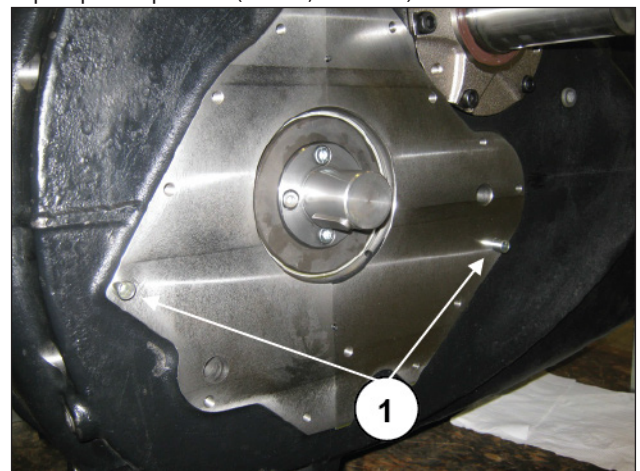

Abb. 125
Fügen Sie die 2 Buchsen zur Zentrierung des Ölpumpenkörpers ein (Pos. ①, Abb. 125).